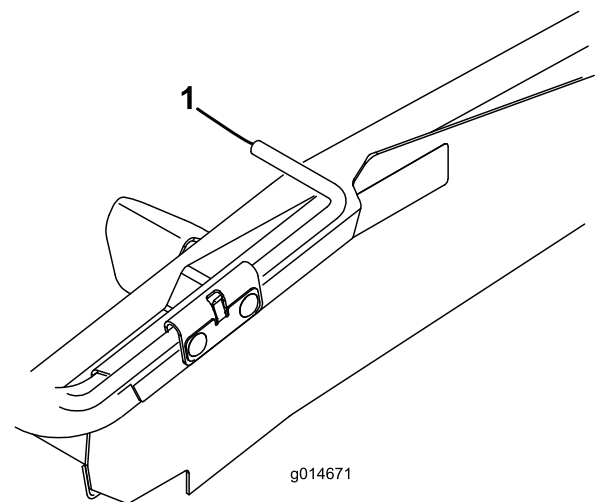
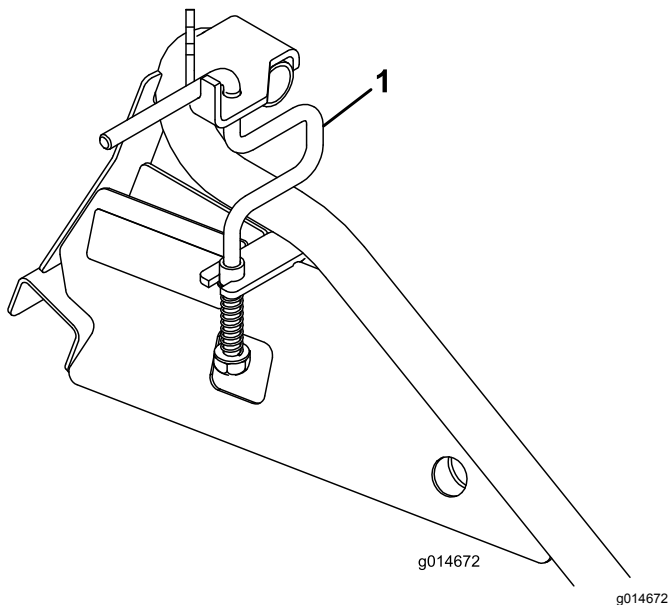

Bild 13
Bild 14
2. Drehen Sie die Radstangen auf flachen Rampen nach oben (Bild 13); drehen Sie die Radstangen auf Schienenrampen parallel zur Rampe (Bild 14).
- Drehen Sie auf flachen Rampen die Radstangen nach unten über die Transporträder des Grünsmähers (Bild 13).
- Heben Sie die Radstangen auf Schienenrampen an und drehen sie hinter die Transporträder des Grünsmähers (Bild 14).